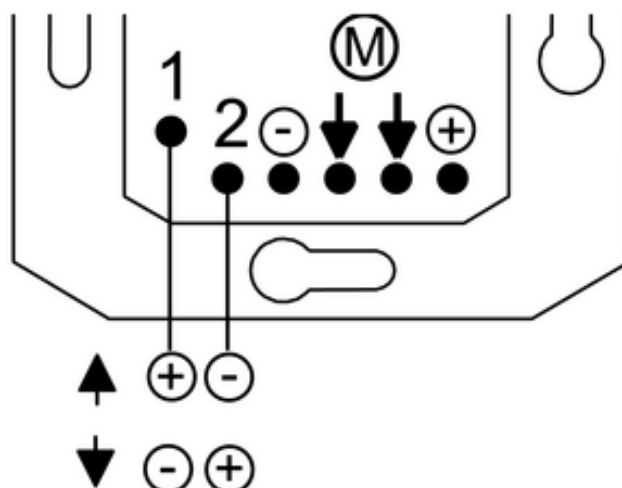

Figura 4: Configurazione collegamento ingressi regolatore esterno per la corretta direzione di movimento
- Collegare all'occorrenza il regolatore esterno (figura 4).
Il senso di rotazione del motore per veneziana è determinato dalla polarità dei due ingressi del regolatore esterno. Lo schema di collegamento (figura 4) mostra la direzione di movimento della tenda con i collegamenti configurati come illustrato in figura.